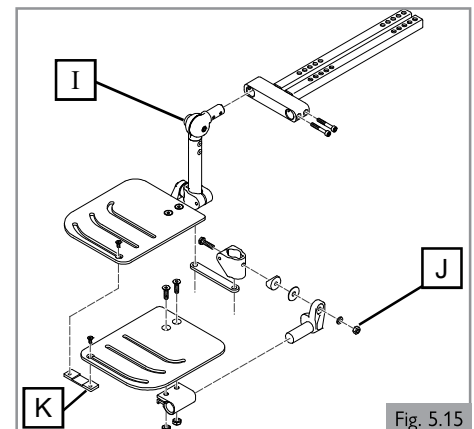

Fig. 5.15
5.10 Répose-pieds central à angle réglable (Fig. 5.15)